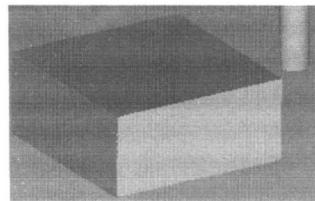

图 1.1.17 NC 检测结果
Step1. 在 $\blacktriangledown$  PLAY PATH (演示路径) 菜单中选择 NC Check (NC检测) 命令，观察刀具切割工件的运行情况，检测结果如图 1.1.17 所示。